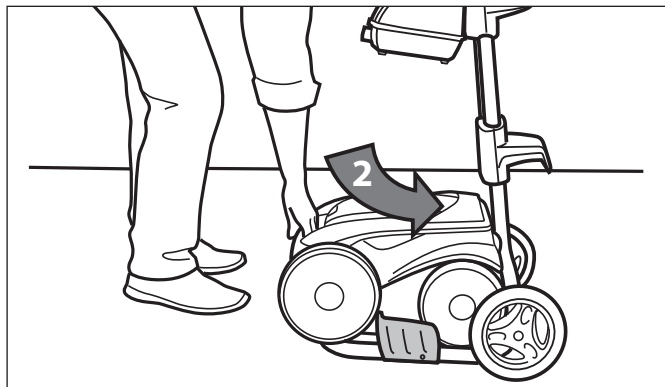

Figura 27. Mueva el limpiafondos al carrito
2. Gire la unidad en el lugar del carrito. Vea la Figura 27.